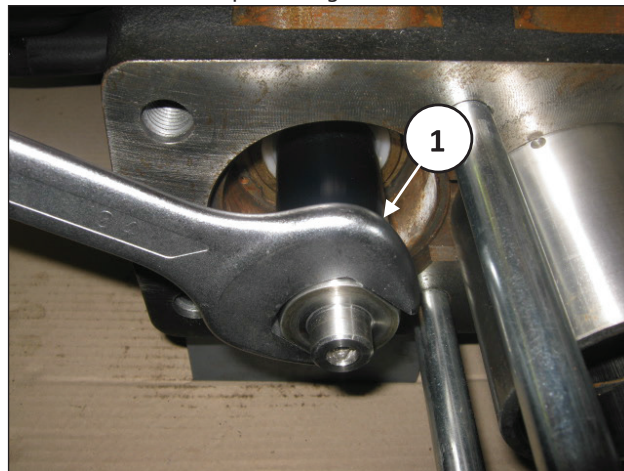

Fig. 128
O espaçador do pistão não precisa de manutenção periódica. As intervenções estão limitadas somente ao controle visual. Para a extração, opere conforme dito a seguir: Depois de ter desmontado o cabeçote, libere os espaçadores, conforme indicado na pos. ①, Fig. 128.